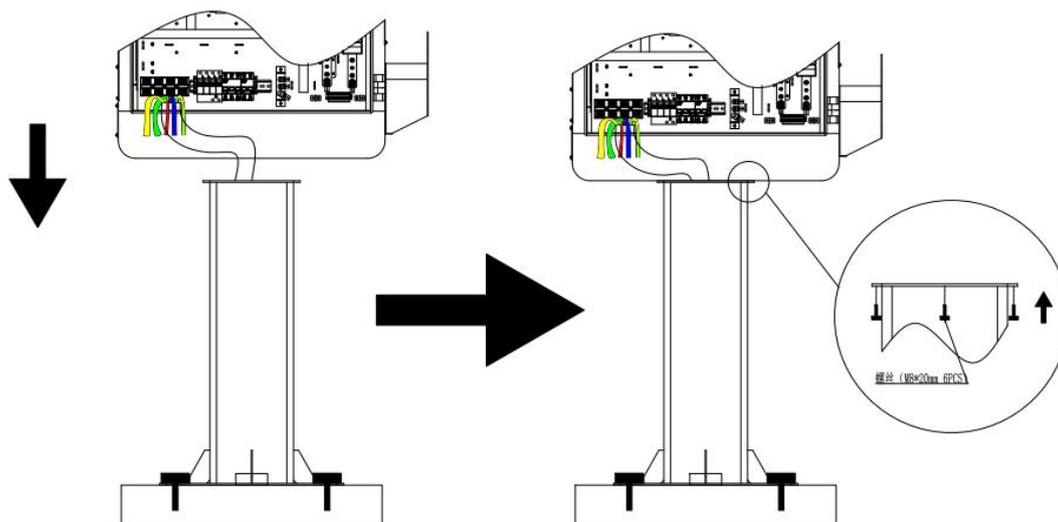

图 13: 立柱式安装图
- 用 6 个 M8*20mm 的螺丝固定充电桩。（如图 13）